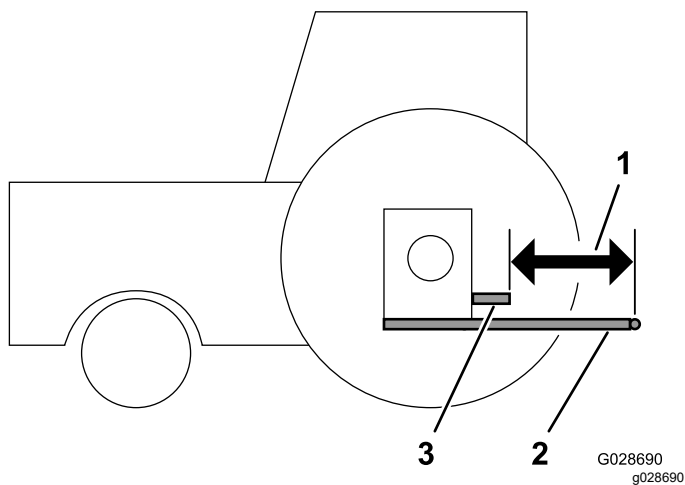

图 9
- 沿拖挂臂端部放一把直尺可能有助于确定其到 PTO 输出轴之间的距离图 9。
2. 测量 PTO 输出轴端部与下拖挂臂连接点之间的距离图 9。在此处记录测量值